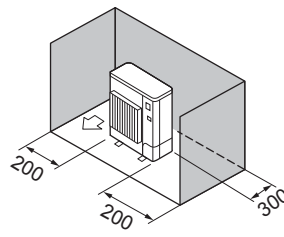

Fig. 2-4
- ③ Miejsce ograniczone tylko z tyłu i po bokach (Fig. 2-4)